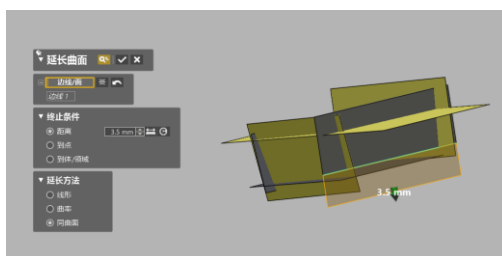

图 4.71 延长曲面
13) 点击菜单栏模型>延长曲面图标，弹出延长曲面对话框，选择要延长的边，终止条件：距离，3.5mm，延长方法：同曲面，如图 4.71 所示，点击确定退出。